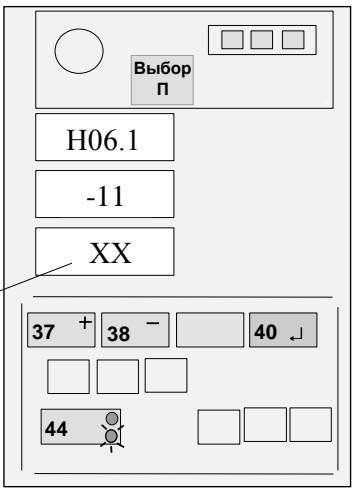

Рисунок 18 - Ввод температурного коэффициента
Если значение температурного коэффициента, указанное на жгуте ПрУ, отличается от значения, выдаваемого на средний ИЖЦ, нажатием кнопки 44 установить на верхнем ИЖЦ код "H06.1", а затем, нажимая кнопки "+" (37) и "-" (38), установить на среднем ИЖЦ значение коэффициента для ПрУ (см. рисунок 18 для коэффициента М11), причем знак плюс на индикаторе не отображается, а знак минус отображается символом " - ".